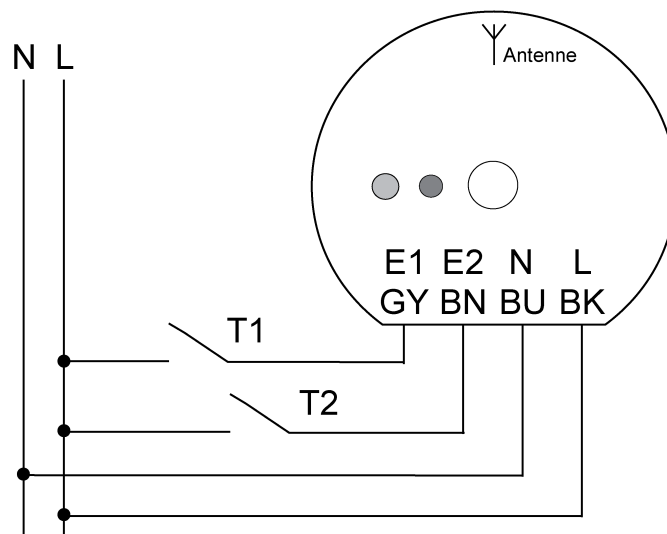
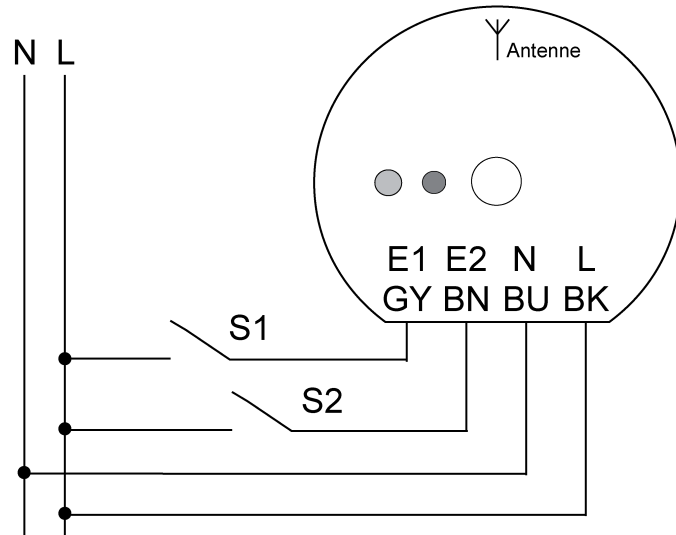
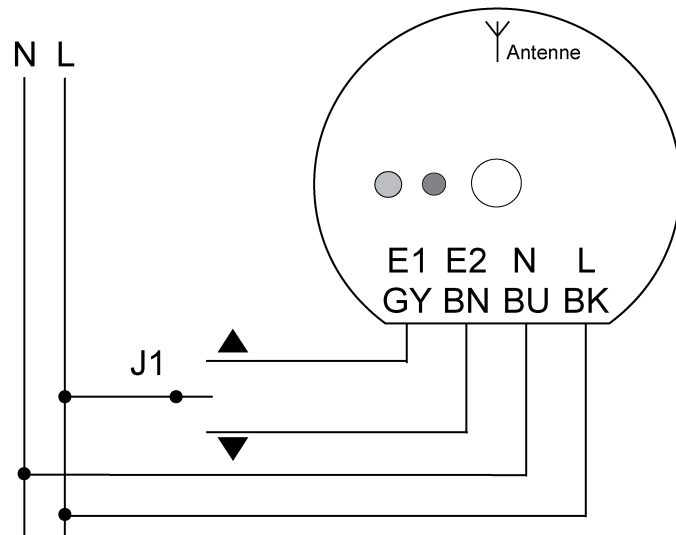
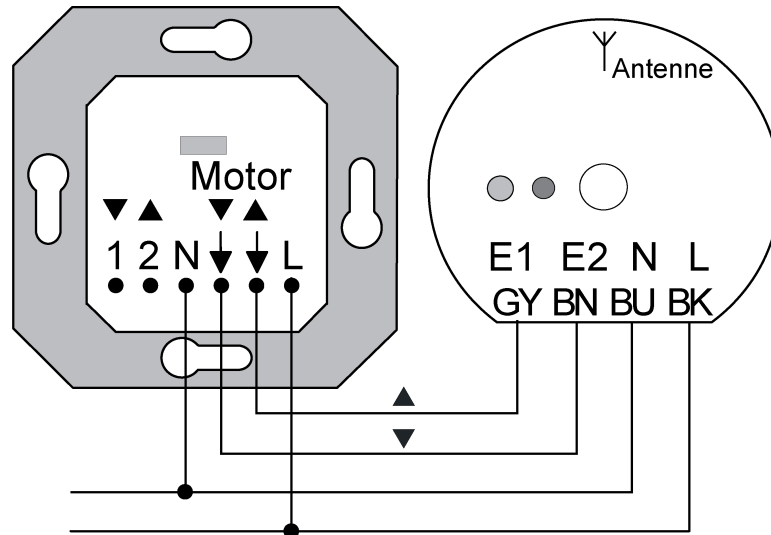

Figura 4: Schema di collegamento tasti, modalità di funzionamento A, B, C
Figura 5: Schema di collegamento interruttori, modalità di funzionamento B
Figura 6: Schema di collegamento interruttore veneziana, modalità di funzionamento D
Figura 7: Schema di collegamento inserto veneziana, modalità di funzionamento D
- Premere il tasto collegato (figura 4) brevemente o a lungo.
Questa modalità di funzionamento consente il controllo di un attuatore veneziana tramite un interruttore veneziana (figura 6) oppure un inserto per il comando veneziana (figura 7).
- Collegare il trasmettitore radio secondo lo schema di collegamento (figura 4), (figura 5), (figura 6) o (figura 7). Le linee di collegamento devono essere configurate come segue: